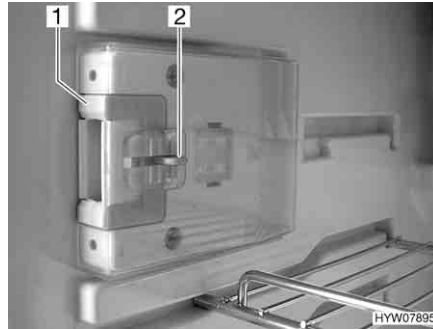
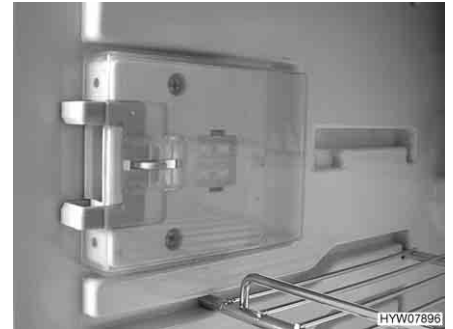

Bild 199 Låsanordning i normaläge
Bild 200 Låsanordning i ventilationsläge
- Tryck in frigöringen (Bild 199,2).
- Skjut låsanordningen (Bild 199,1) framåt (Bild 200).